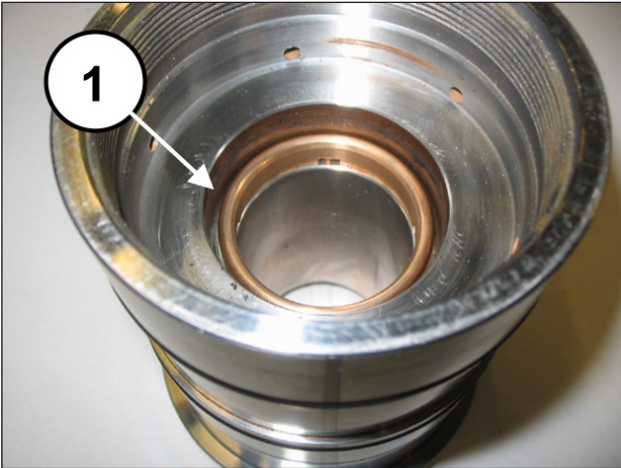

Abb. 150
Montieren Sie den Kopfring (Pos. ①, Abb. 150), die HD-Dichtung (Pos. ①, Abb. 151) und den Restop-Ring (Pos. ①, Abb. 152).